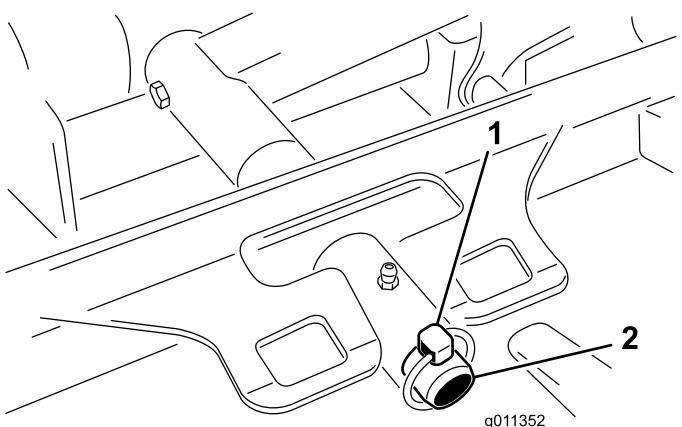

Bild 11
3. Entfernen Sie den Klappstecker oder die Befestigungsmutter (nur GM 4700), mit dem bzw. der der Mähwerkträgerrahmen am Gelenkstift des Hubgestänges befestigt ist (Bild 11).
3. Schieben Sie den Mähwerkträgerrahmen auf den Lagerbolzen am Hubgestänge. Befestigen Sie es mit dem Klappstecker oder der Befestigungsmutter (nur GM 4700) (Bild 11).